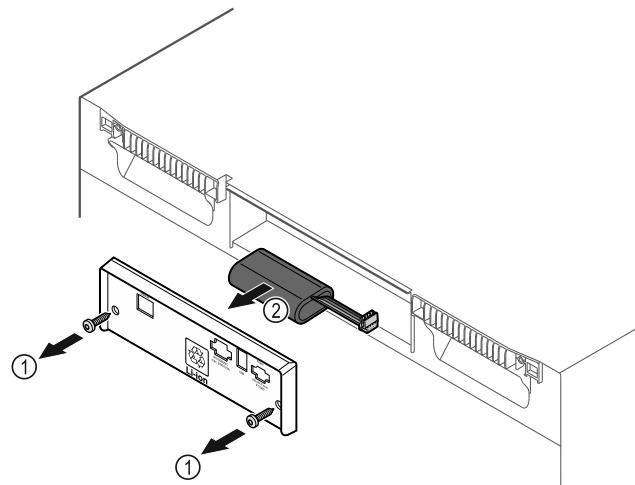

Fig. 237
- Schrauben herausdrehen und Abdeckung auf der Rückseite des Gerätes entfernen Fig. 237 (1).
- Batterie abstecken und herausnehmen Fig. 237 (2).